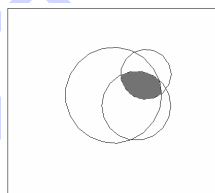

图 15-14 创建的面域对象
(4) 执行 **Modify**→**Properties** 命令,将面域对象的颜色设为灰色。然后执行 **View**→**Shade**→**Flat Shaded** 命令,这时就可以看出面域对象和一般对象的差别,如图 15-14 所示。